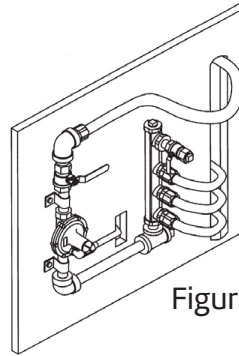

Figura 4.33
- D. Se debe instalar una estación de colector que utilice un regulador de libras a pulgadas (figura 4.33) en una ubicación accesible para permitir el acceso al regulador para tareas de inspección, servicio y reemplazo en caso de ser necesario.